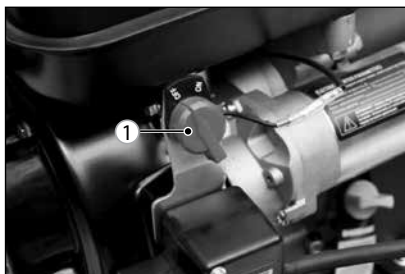

Рис. 14
5. Переведите выключатель зажигания 1 в положение «ON» (рис. 14).
4. Переведите выключатель зажигания 1 в положение «OFF» (рис. 14).